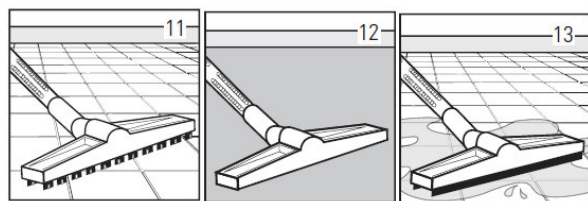

Fig. 11: Funcionamiento
Presione la boquilla (pos. 14, fig. 11).
Coloque las abrazaderas (elemento 3, fig. 11)
(Pos. 4, Fig. 11)
(Pos. 5, Fig. 11)
cerrar (pos. 6, fig. 11).
Encender el dispositivo (Pos. 7, Fig. 11)
- Ejemplo de utilización de la boquilla para ranuras (Pos. 8, Fig. 11)
- Ejemplo de utilización de la boquilla para tapicería (Pos. 9, Fig. 11)
- Ejemplo de uso del cepillo redondo (Pos. 10, Fig. 11)
- Ejemplo de uso del cepillo para la limpieza del suelo (Pos. 11, Fig. 11)
- Ejemplo de uso del cepillo para la limpieza de alfombras (Pos.12, Fig. 11)
(Pos. 2, Fig. 11)
(Pos. 6, Fig. 11)
- Ejemplo de utilización de la boquilla de aspiración de agua (pos. 13, fig. 11)